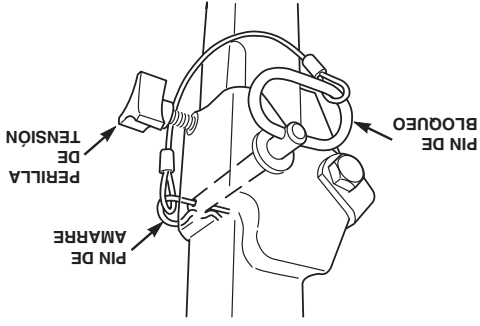

Figura 2-2 Bisagra del ROPS
2. Retire los pasadores de chaveta de las horquillas y los dos (2) pines de bloqueo. Vea la Figura 2-2.
6. Instale los dos (2) pines de bloqueo a través del agujero, asegúrelos con los dos (2) pasadores de chaveta de las horquillas y apriete las perillas de tensión. Vea la Figura 2-2. Retire el cinturón de seguridad de los soportes de retención.